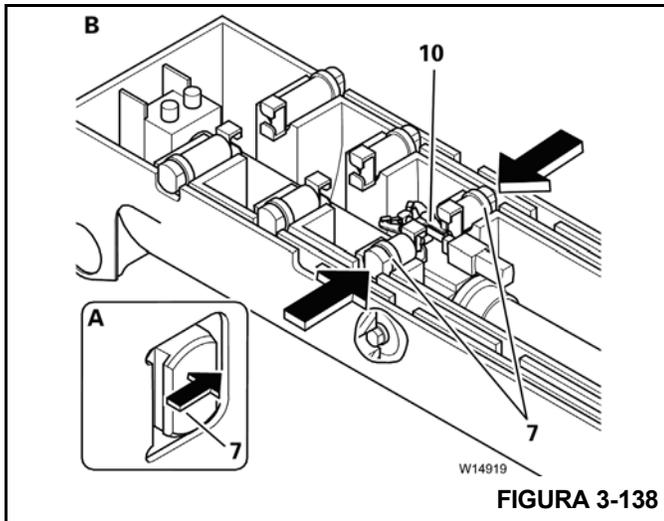

FIGURA 3-138
3. Desbloqueo de la sección telescópica (Figura 3-138);
- a. El cilindro telescópico se extiende hasta que la muesca en los pasadores de bloqueo de sección (7) ya no esté engranada con la sección (A).
- b. El mecanismo de mariposa (10) retrae los pasadores de bloqueo de sección (7) desbloqueando la sección telescópica.